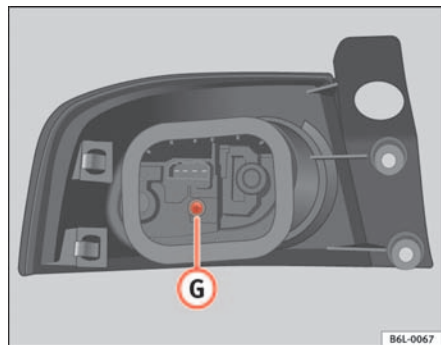

Fig. 158 Luz trasera en la carrocería
- Desenrosque el tornillo **G** ⇒ fig. 158.